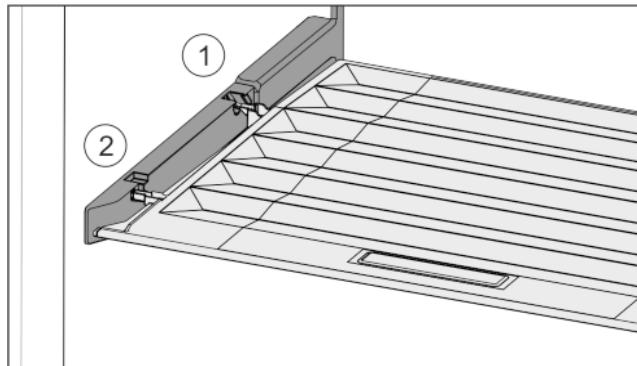

Fig. 28
- Introduceți nervura capacului prin orificiul suportului posterior Fig. 28 (1) și închideți-l în față în suport Fig. 28 (2).